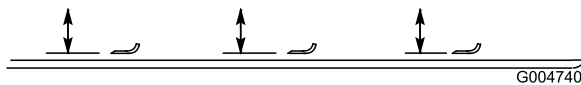

Bild 83
2. Drehen Sie die Schnittmesser, bis die Enden nach vorne und hinten zeigen (Bild 83). Messen Sie von der Innenseite des Mähwerks bis zur Schnittkante an der Vorderseite des Messers. Merken Sie sich dieses Maß.